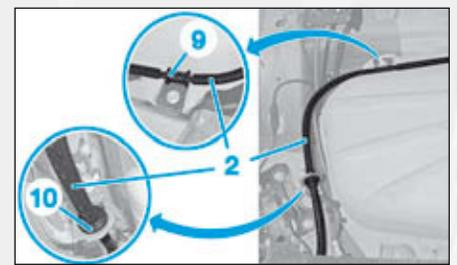

FIG.25
- Dégrafer le câble de frein de stationnement (2) en (9) et (10) (Fig.25).